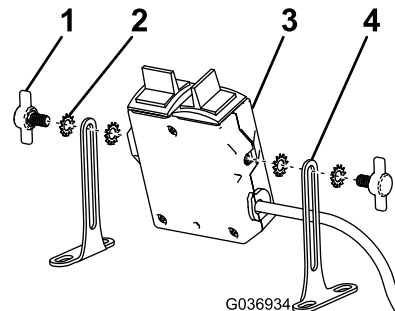

Figure 3
3. Fixez les supports de montage au contrôleur à l'aide de 4 rondelles en étoile et 2 vis à oreilles (Figure 3).